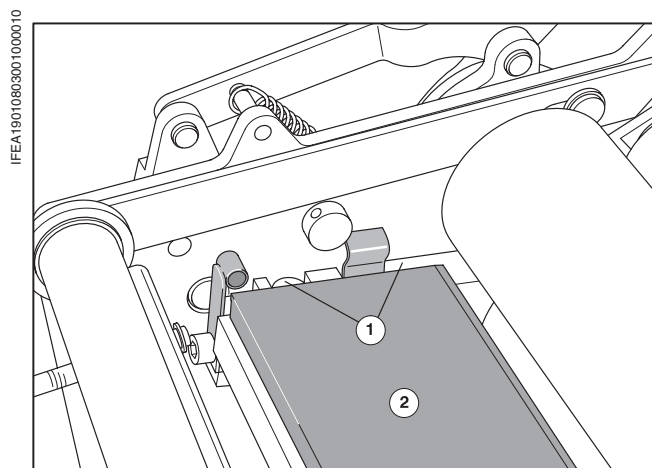

Рис. 16 Красочный ящик
- ① Установить щечки красочного ящика в паз (Рис. 16/①) по обе стороны красочного ножа (Рис. 16/②). Они удерживаются на месте под действием пружины.